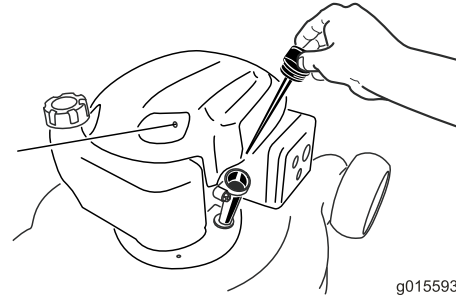

Рисунок 5
2. Извлеките масломерный щуп (Рисунок 5).